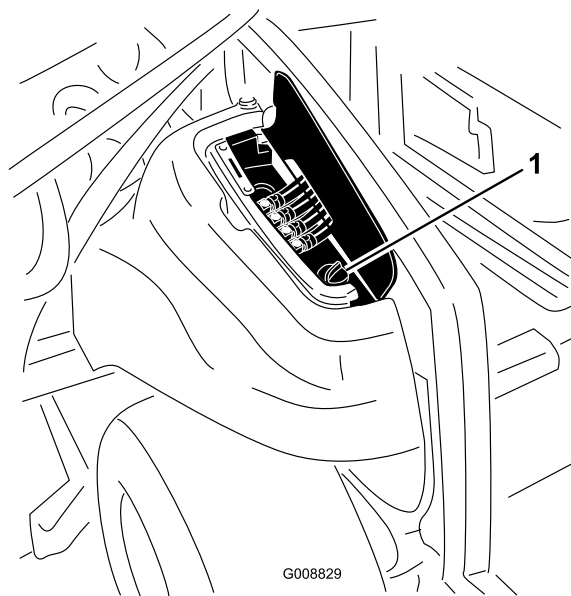

Рисунок 87
2. Для обеспечения доступа к крышке гидравлического бака поднимите крышку для доступа на правой стороне машины (Рисунок 87).
3. Очистите зону вокруг заливной горловины и крышки гидравлического бака (Рисунок 87). Снимите крышку заливной горловины.